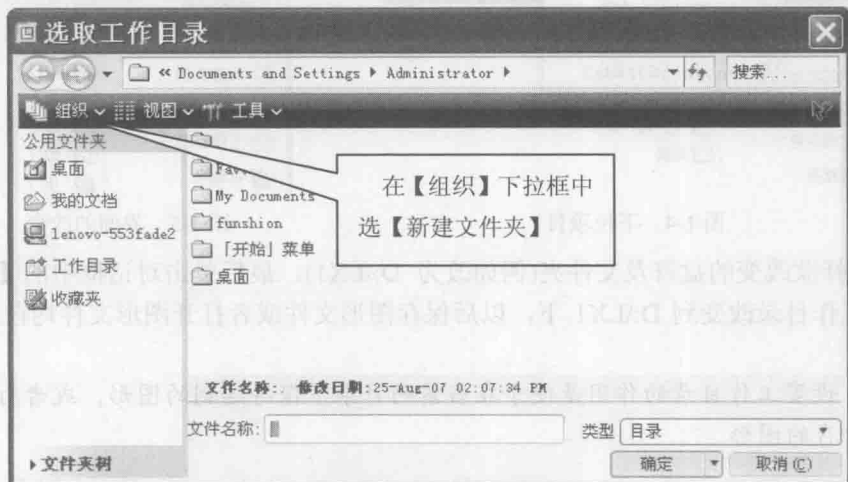

图 1-2 【选取工作目录】对话框
(1) 在环境界面下,单击主菜单中的【文件】→【设置工作目录】命令,系统弹出【选取工作目录】对话框,如图 1-2 所示。
(1) 打开资源管理器,在 D:\ 下新建一个文件夹 LX1。
(2) 单击主菜单中的【文件】→【设置工作目录】命令,系统弹出【选取工作目录】对话框,如图 1-2 所示。